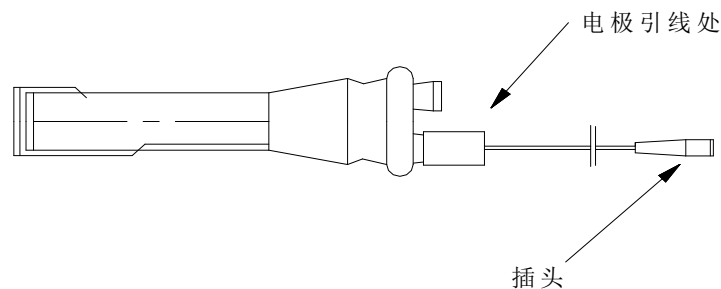

图 3
**注意:**不要清洗到电极引线处 (见图 3)，否则在测定样品过程中会造成测量误差。